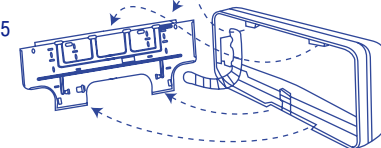

Рис. 15
7) Установите внутренний блок, надежно закрепив его на монтажной пластине (рис. 15)